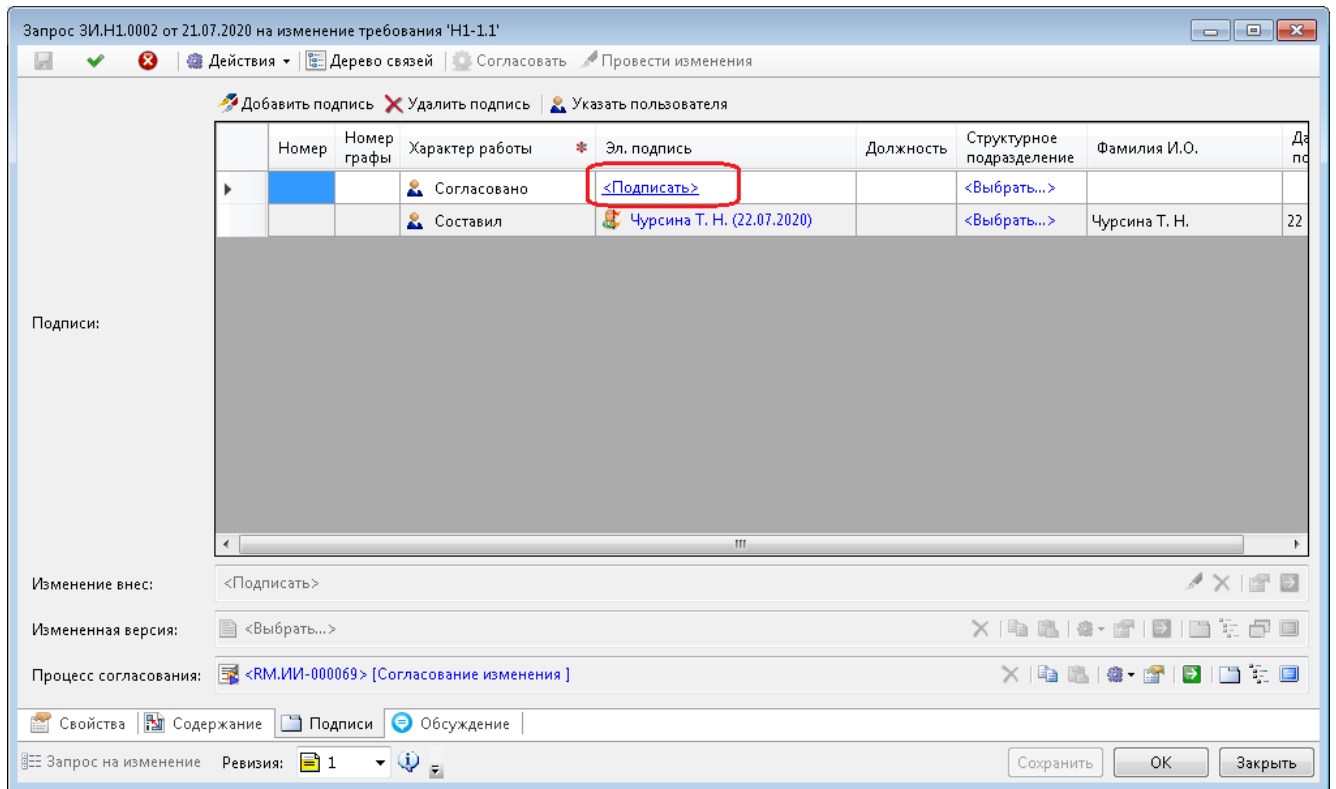

Рисунок 333 — Подписание запроса на изменение
- в таблице «Подписи» нажать «Подписать» в колонке «Эл. подпись» (Рисунок 333);